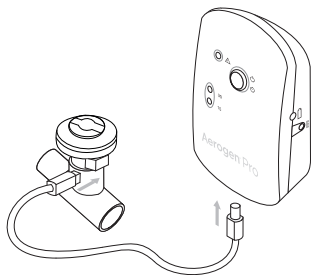

Figure 4. Raccordement du contrôleur et du nébuliseur
- 4 Raccorder le contrôleur Aerogen Pro au nébuliseur à l'aide du câble fourni (figure 4).